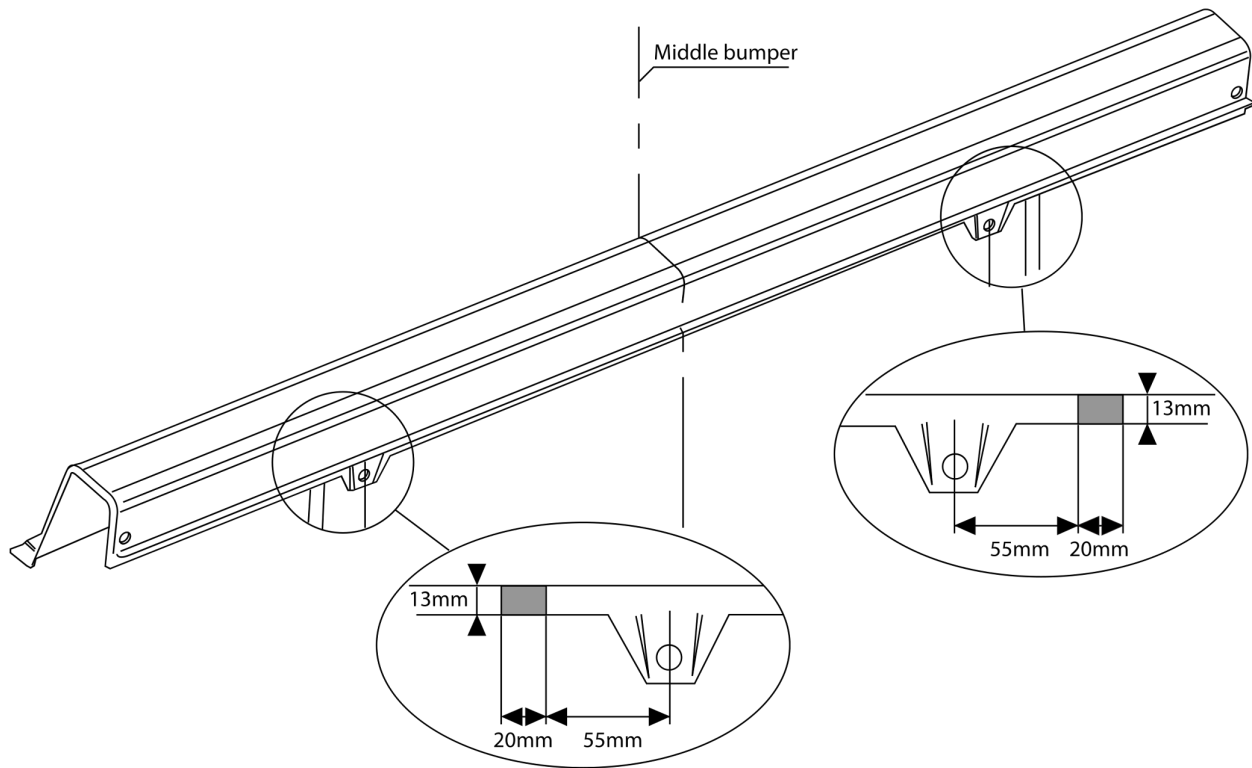

Fig. 3
13. Выпилить обозначенные части, как указано на рис. 3.